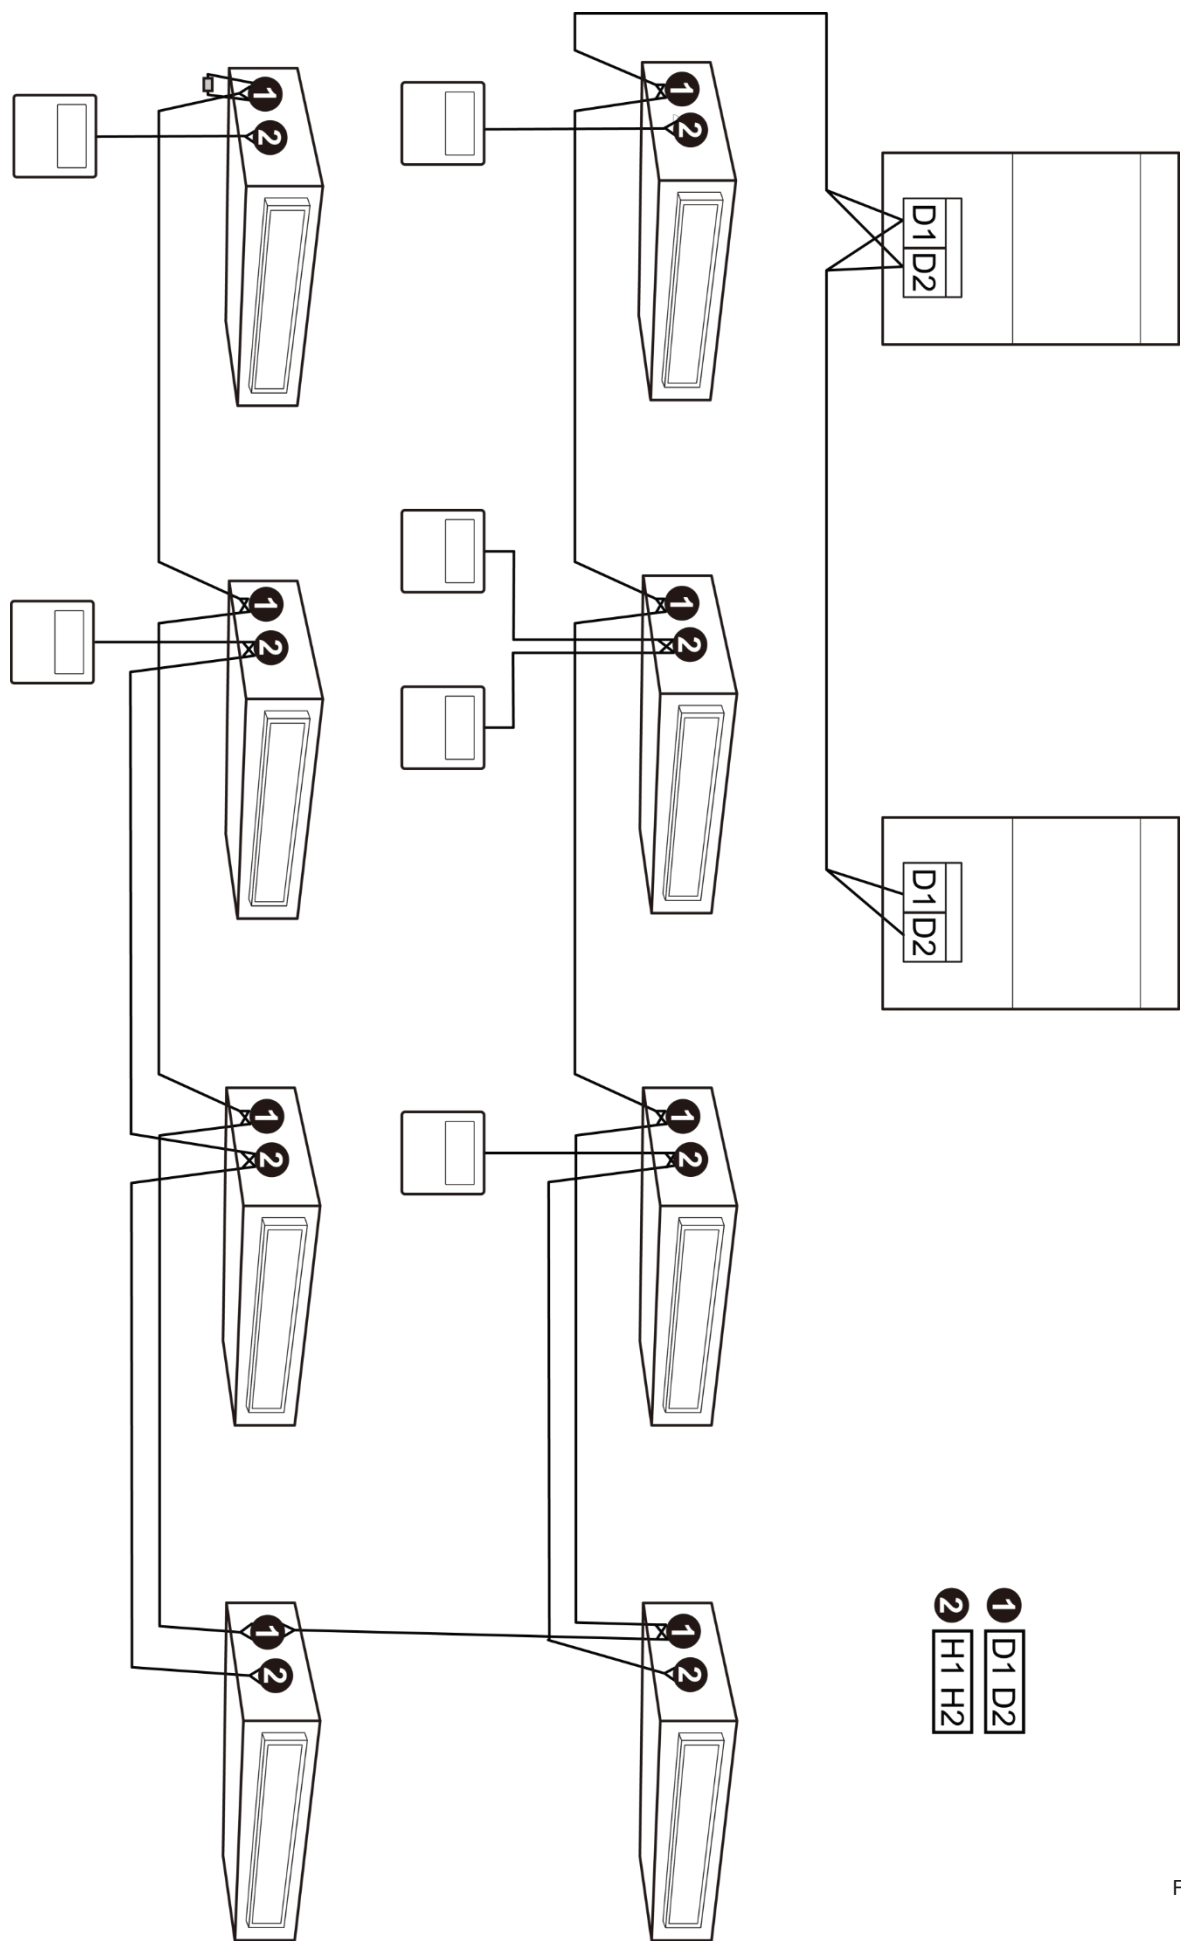

Fig. 5.7
- 4) Un mando con cable puede controlar 16 unidades interiores al mismo tiempo. (véase la fig. 5.7)